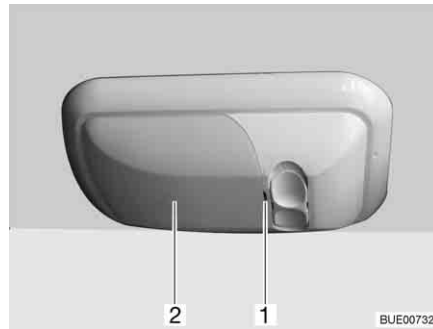

Bild 208 Garagenleuchte
- Abdeckung (Bild 208,2) vorsichtig mit einem geeigneten Werkzeug (z. B. Schraubendreher) an der Einkerbung (Bild 208,1) aushebeln und abnehmen.